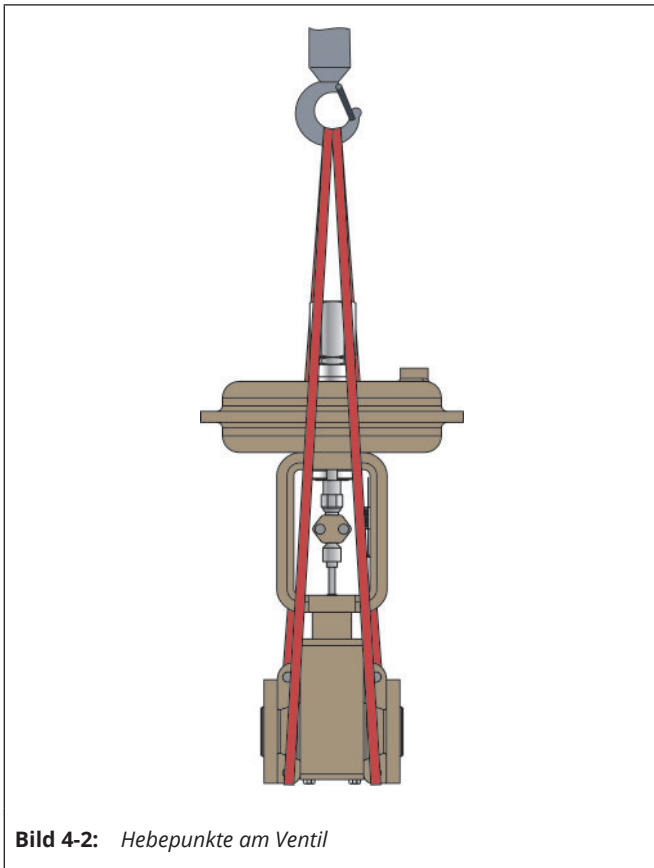

Bild 4-2: Hebepunkte am Ventil
- ⇒ Als Tragmittel einen Haken mit Sicherheitsverschluss verwenden, damit die Anschlagmittel beim Heben und Transportieren nicht vom Haken rutschen können, vgl. Bild 4-2.
- ⇒ Je eine Hebeschlinge an den Flanschen des Gehäuses und am Tragmittel (z. B. Haken) des Krans oder Gabelstaplers anschlagen, vgl. Bild 4-2.